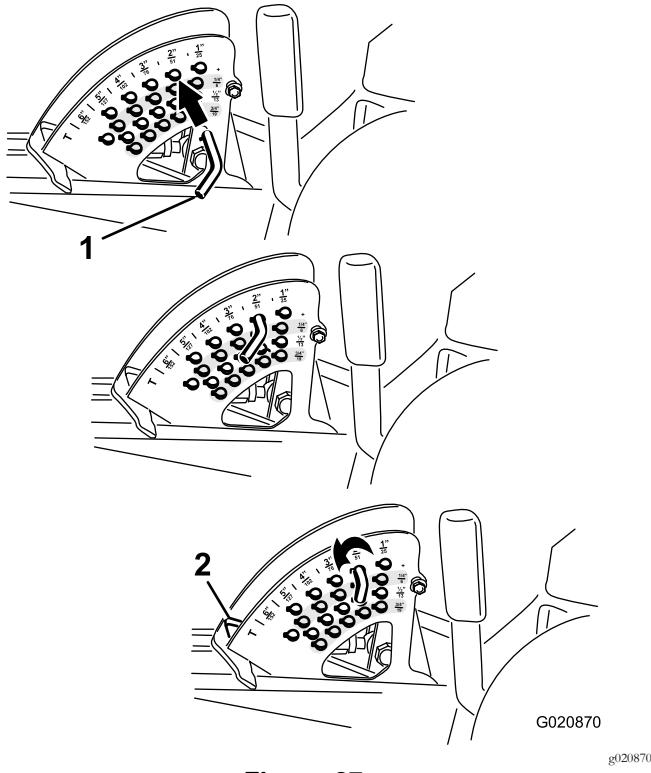

Figura 27
2. Girate la spina di arresto fin quando la spina interna non è allineata con gli intagli previsti nei fori della staffa dell'altezza di taglio, e toglietela (Figura 27).
3. Nella staffa dell'altezza di taglio scegliete un foro corrispondente all'altezza di taglio richiesta, inserite la spina e bloccatela per mantenere questa posizione (Figura 27).
Nota: Vi sono 4 file di fori di posizionamento (Figura 27). La fila superiore fornisce l'altezza di taglio elencata sopra la spina. La seconda fila fornisce l'altezza elencata più 6 mm. La terza fila fornisce l'altezza elencata più 12 mm. La fila inferiore fornisce l'altezza elencata più 18 mm. La posizione di 15,8 cm ha un solo foro, situato nella seconda fila, che non aggiunge 6 mm alla posizione.